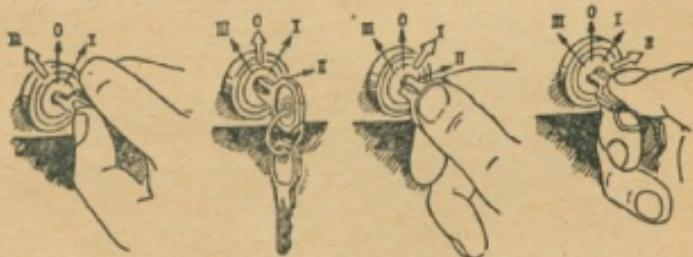

Рис. 8. Положение ключа во включателе (замке) зажигания:
- 15 — рычаг включения переднего ведущего моста. Передний ведущий мост включен, когда рычаг занимает переднее положение, и выключен, когда рычаг занимает заднее положение (см. рис. 8);
- 17 — рычаг управления раздаточной коробкой может занимать три положения: переднее положение — включена прямая передача; среднее положение — нейтраль; заднее положение — включена понижающая передача (см. рис. 8);